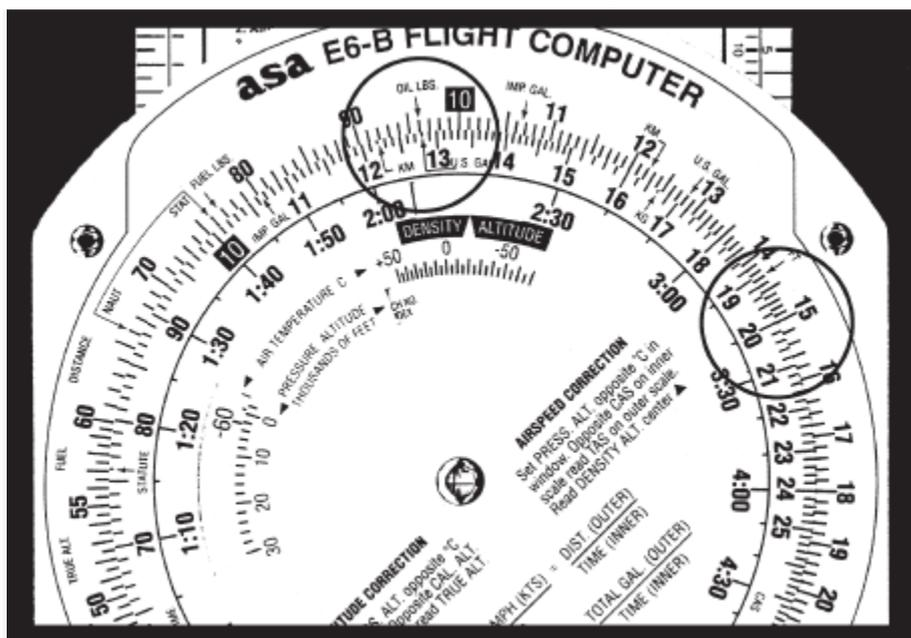

Figure 12
2. Lisez 15 livres sur l'échelle extérieure en face de 2 gallons sur l'échelle du milieu. Voir Figure 12.